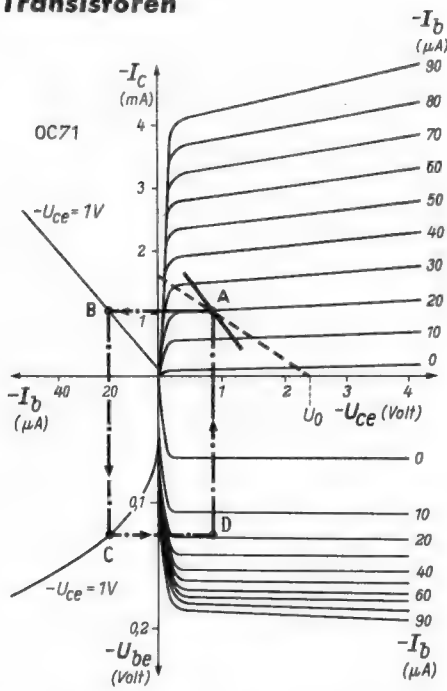

Bild 2. Kennlinienfelder des Transistors OC 71 für Emitterschaltung
Anpassung und Arbeitspunkt hängen eng miteinander zusammen. Ehe man an praktische Versuche herangeht, sollte man sich stets erst einmal die Verhältnisse im Kennlinienfeld des Transistors ansehen. In Bild 2 ist das $I_C/U_{be}/U_{ce}$ -Kennlinienfeld des Transistors OC 71 für die Emitterschaltung dargestellt. Der linke obere und der linke untere Quadrant sind uns bereits aus den Bildern 4 und 5 des vorigen Teils dieser Aufsatzreihe bekannt. Die Neigungen der Kurven stellen die Stromverstärkung und den Eingangswiderstand dar. Der rechte obere Quadrant ist uns ebenfalls bekannt aus Bild 6 des vorigen Teils. Der rechte untere Quadrant zeigt, daß die Basisspannung $-U_{be}$ bei gegebenem Basisstrom $-I_b$ sich mit der Kollektorspannung nicht sehr viel ändert. Der Ausgang hat in der Emitterschaltung, wie schon besprochen, nur wenig Rückwirkung auf den Eingang. Der Arbeitspunkt eines Transistors erscheint nun in allen vier Quadranten, wie es in Bild 2 durch die strichpunktierten Linien angedeutet ist.
Wir wollten mit einer möglichst kleinen Betriebsspannung auskommen, z. B. mit $U_0 = 2,4\text{ V}$. Damit ist der Fußpunkt der Gleichstrom-Arbeitsgeraden, für welche der Widerstand R_3 in Bild 1a verantwortlich ist, festgelegt. Für die Größe dieses Widerstandes müssen wir folgende Überlegungen anstellen. Am Punkt ① in Bild 1a möge eine Wechselspannung mit der maximalen Amplitude von 100 μV liegen, so daß bei einem Eingangswiderstand von 850 Ω ein Basiswechselstrom von etwa 0,12 μA fließt. Dieser Strom wäre auf dem Bild 2 nicht mehr erkennbar, wir haben es also mit einer typischen Kleinsignal-Verstärkung zu tun. Bei dieser kleinen Aussteuerung könnten wir dann auch den Kollektor- und Basisgleichstrom sehr klein wählen. Im vorigen Teil jedoch haben wir gesehen, daß sich der Kollektorstrom mit der Temperatur ändern kann. Man rechnet, daß der Kollektorreststrom (vgl. Teil I) bei 20° Temperaturerhöhung auf das 5 bis 8fache wächst. Aus dem Datenblatt des Transistors OC 71 entnehmen wir, daß bei 25° C der Kollektorreststrom in der Emitterschaltung
lektorspannung $-U_{ce}$ darf nicht zu klein gewählt werden, so daß etwa die in Bild 2 eingezeichneten Verhältnisse brauchbar sein können. Der gestrichelten Geraden entspricht der Gleichstrom-Arbeitswiderstand von Bild 1a und zwar
Nun sehen wir aber, daß der unserem Arbeitspunkt bei $-I_C = 1\text{ mA}$ zugehörige dynamische Eingangswiderstand r_i viel größer ist als jener, den wir dem Datenblatt vorhin entnommen haben. Legt man im Punkt C in Bild 2 links unten eine Tangente an die Kurve, so erhalten wir ein Verhältnis $\frac{\Delta U_{be}}{\Delta I_b}$ von etwa 1,8 k Ω . Also
Dieser Widerstand ist in Bild 2 als ausgezogene Gerade eingezeichnet.